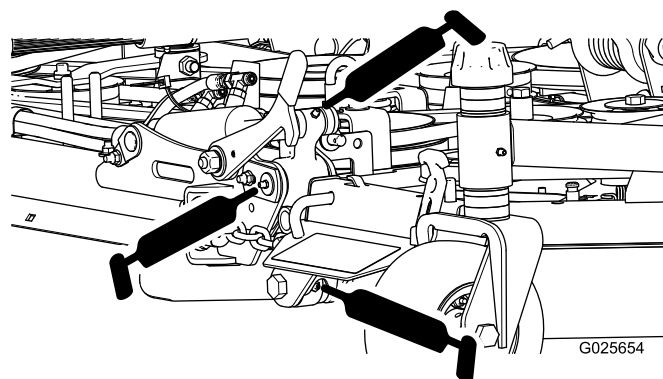

Figure 20
- Charnières de plateaux latéraux (10) (Figure 20)